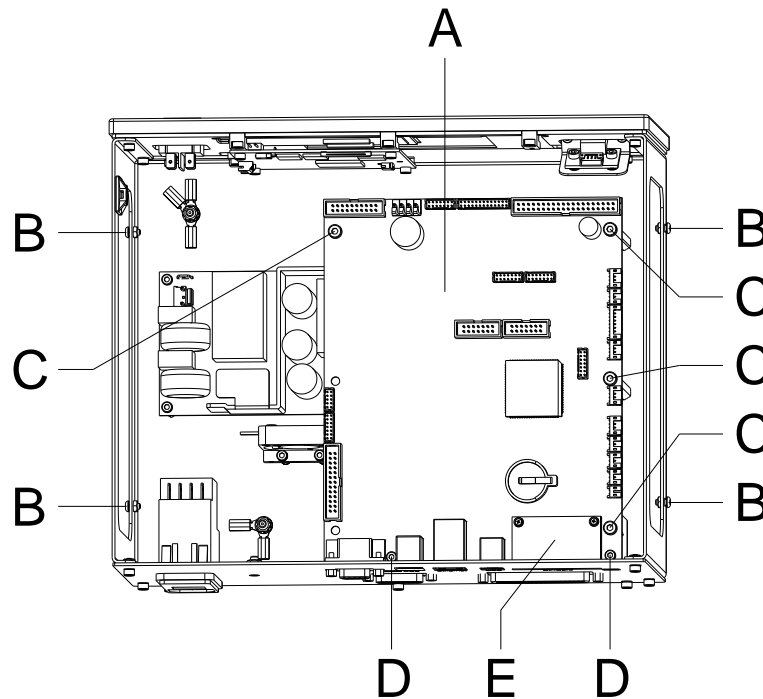

Abbildung 19
2. Abdeckung der Ansteuerelektronik nach Entfernen der vier Schrauben (B, Abbildung 19) abnehmen.